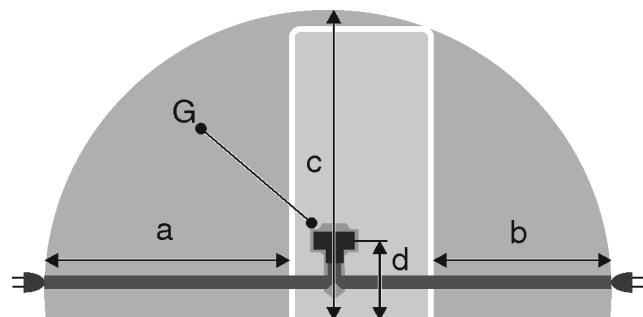

Fig. 52
- Розетка знаходитьться за межами зони задньої стінки пристрою у заданому діапазоні Fig. 52 (a, b, c).
- Штекер пристрою Fig. 52 (G) вставити на задній стінці пристрою. Слід звернути увагу на належну фіксацію.